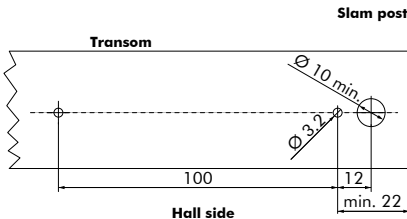

Abb. 19: Bohrschablone
1. Für die Montagebox im Abstand von 100 mm zwei Löcher von 3.2 mm und für das Sensorkabel ein Loch von 10 mm in die Türzarge bohren (Abb. 19).